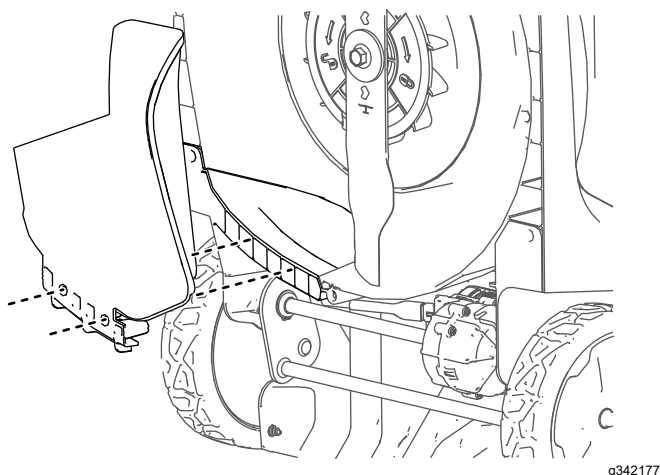

Figure 13
4. Installez l'obturateur et poussez sur le bas jusqu'à ce qu'il s'enclenche en place sur les 2 goupilles de fixation, comme montré à la Figure 13.